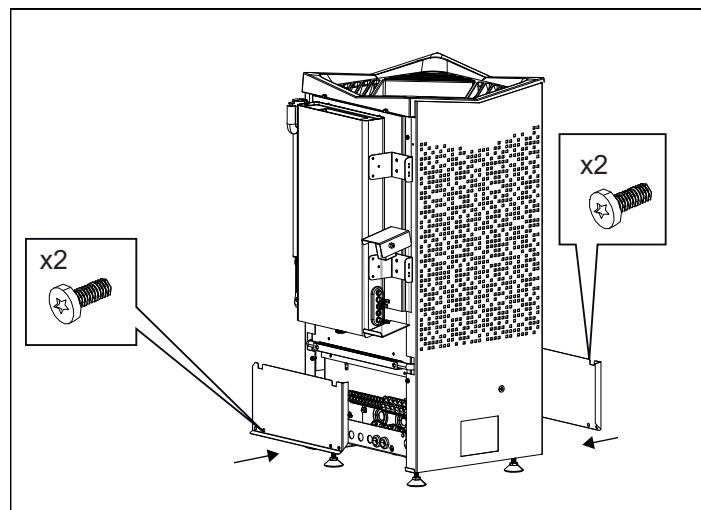

Rysunek 11. Komora układu elektrycznego
5. Podłącz przewód elektryczny (patrz rysunek 11) zgodnie ze schematem połączeń (patrz rysunek 18).
6. Przewody panelu sterującego i czujników temperatury muszą przechodzić przez przelotki kablowe (patrz rysunek 11). Podłącz przewód panelu sterującego do jednego z czterech styków RS485 (pozycje 6–9 na rysunku 20).